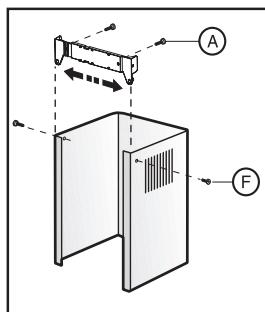
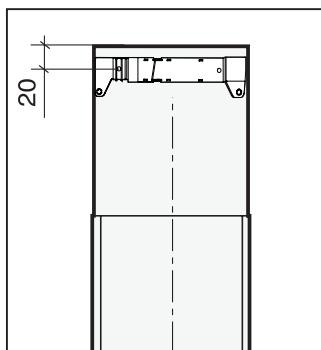

Рис. 10
Рис. 11
2. Отрегулируйте ширину планки для крепления декоративного короба воздуховода (рис.10) и произведите разметку для ее крепления на стене, отступив от потолка 20мм, как показано на рис.11. При разметке необходимо обеспечить соосность планки и вытяжки.
5. Закрепите планку для крепления декоративного короба воздуховода (рис.10, 11) на стене двумя шурупами **A** так, чтобы соблюдалась соосность планки и вытяжки.
9. Поместите внутреннюю часть декоративного короба в наружную. Установите наружную часть короба на корпус вытяжки. Внутреннюю часть короба поднимите вверх до совмещения узлов крепления короба и планки и соедините их винтами **F** (см. рис. 10).